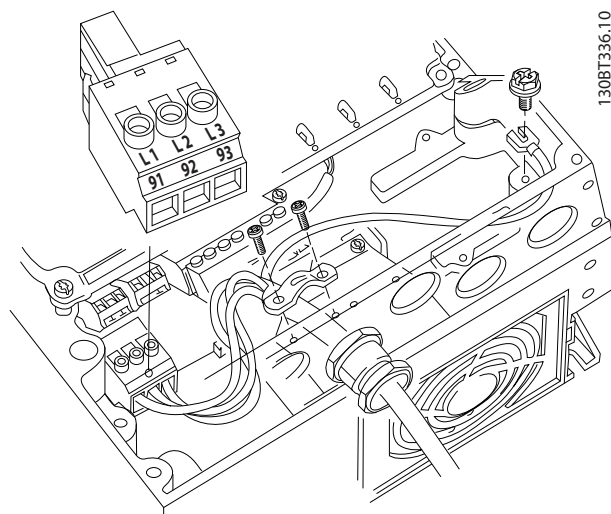

図 4.12 交流主電源への接続
- 3 相交流入力電力ワイヤを端子 L1、L2、L3 に接続します (図 4.12 を参照してください)。